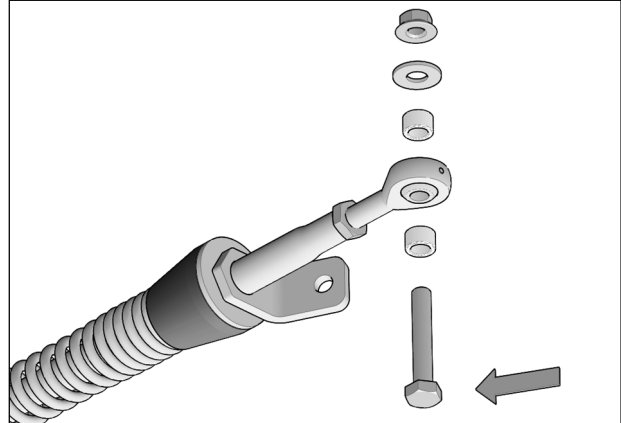

Fig. 13
4. Enlever les boulons, les rondelles et les espaces des rotules des bras stabilisateurs des systèmes avant. Insérer un boulon à l'extrémité de chacun des ancrages de suspension avant (A1). Voir la Fig. 13